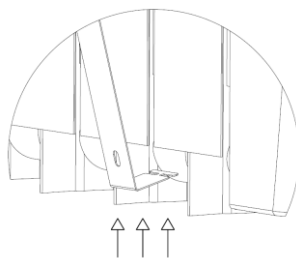

Fig. 5
4. Placez le radiateur sur la partie inférieure des supports, de telle sorte que deux de ses ailettes glissent dans les rainures (Fig.5 et 6).